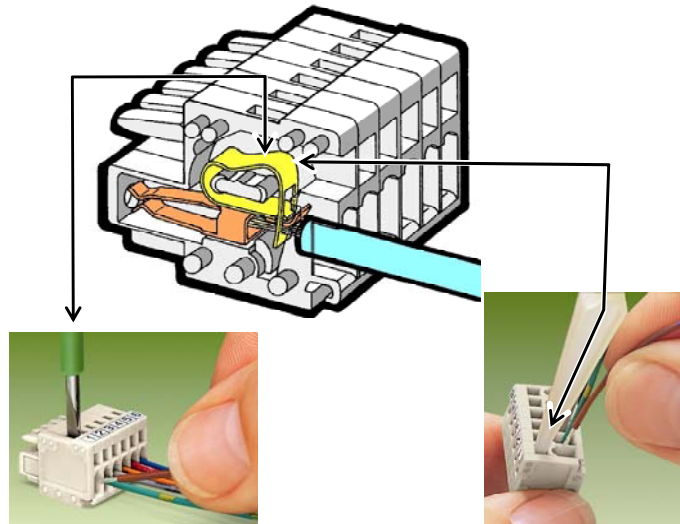

Abb. 10 Montage der Anschlussstecker
1. Drücken Sie mit einem kleinen Schraubendreher oder dem WAGO Keilwerkzeug wie in Abb. 10 gezeigt die Kabelklemme herunter.